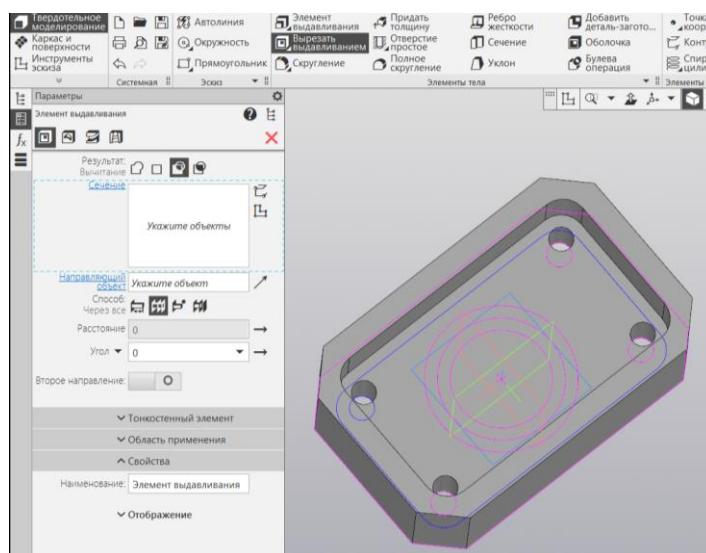

Рисунок 24 – Создание 4 малых отверстий
15. С помощью опции Вырезать выдавливанием выполняется формирование 4 малых сквозных отверстий (рисунок 24).